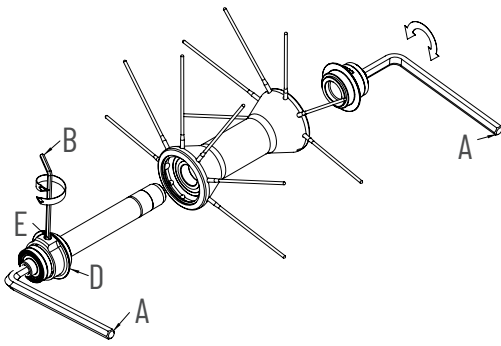

FIG. 1
- Inserite due chiavi a brugola da 5mm (A) dentro agli scontri alle estremità dei mozzi (Fig.1) e ruotatele in **senso antiorario**.
- Se necessario effettuare una registrazione del mozzo agendo sulla ghiera (D).
- Allentate il grano (E) con una chiave a brugola da 2mm (B) (Fig. 1).
- Richiudete il grano (E).